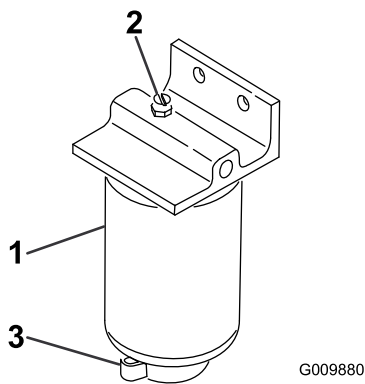

図 57
3. フィルタ容器 図 57 下部のドレンプラグをゆるめて水や異物を流し出す。
2. フィルタ容器(図 57)の周辺をウェスできれいにぬぐう。